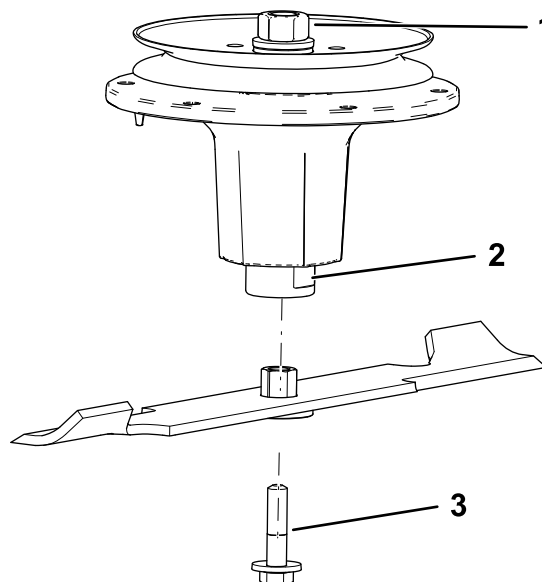

Figure 122
2. Installez l'ensemble douille et lame sur l'axe de pivot (Figure 122).